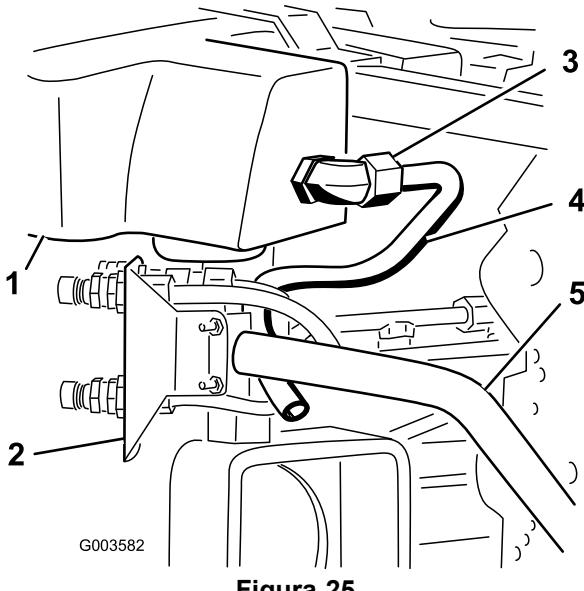
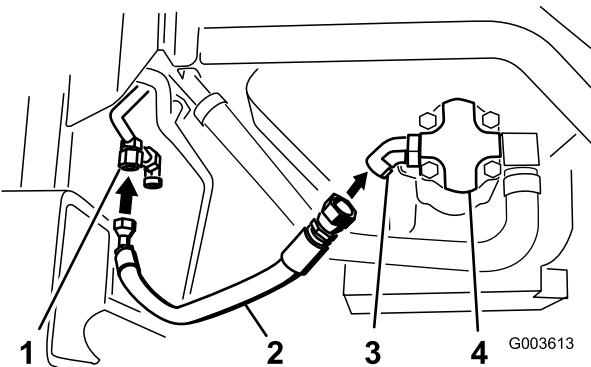
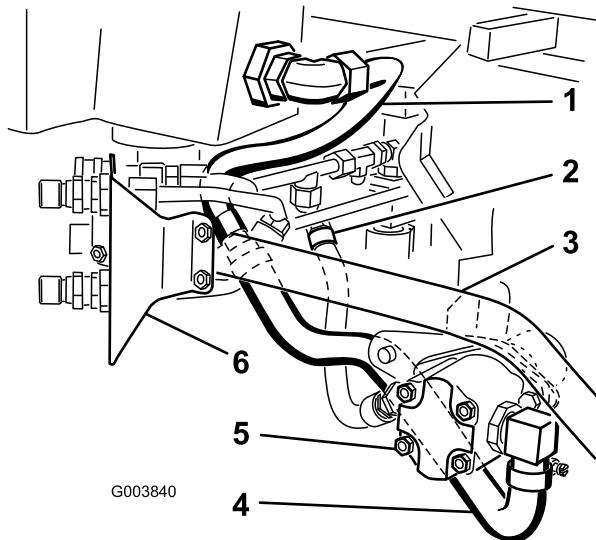

Figura 25
Figura 29
Figura 30
4. Posizionate il tubo idraulico numero 3 sulla macchina come illustrato in Figura 25.
5. Collegate il tubo idraulico numero 3 al gomito a 90° grande montato sulla succhieruola e sul serbatoio idraulico (Figura 25 e Figura 30).
- Collegate il flessibile idraulico grande al gomito a 90° montato sul lato della pompa idraulica (Figura 26 e Figura 30).
8. Collegate il flessibile idraulico con i raccordi al gomito a 45° fissato sulla pompa idraulica (Figura 29 e Figura 30). Si troverà sotto il cilindro idraulico.
9. Utilizzate la Figura 30 per conoscere la corretta posizione dei flessibili e dei tubi idraulici rispetto alla pompa idraulica.